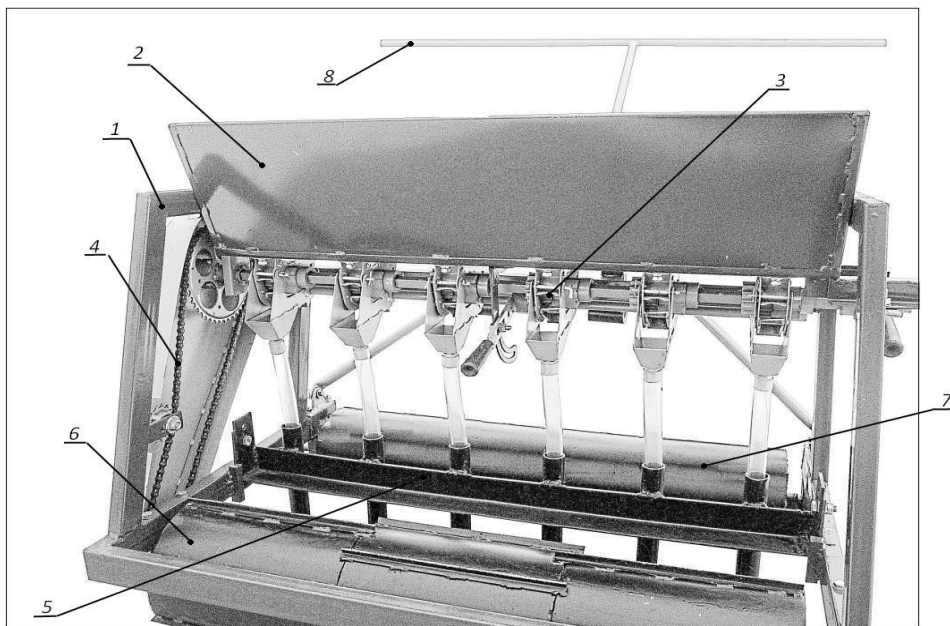
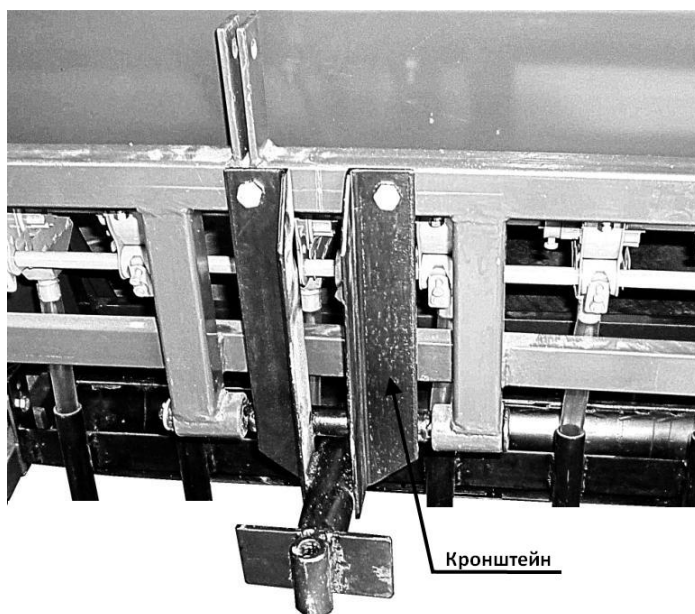
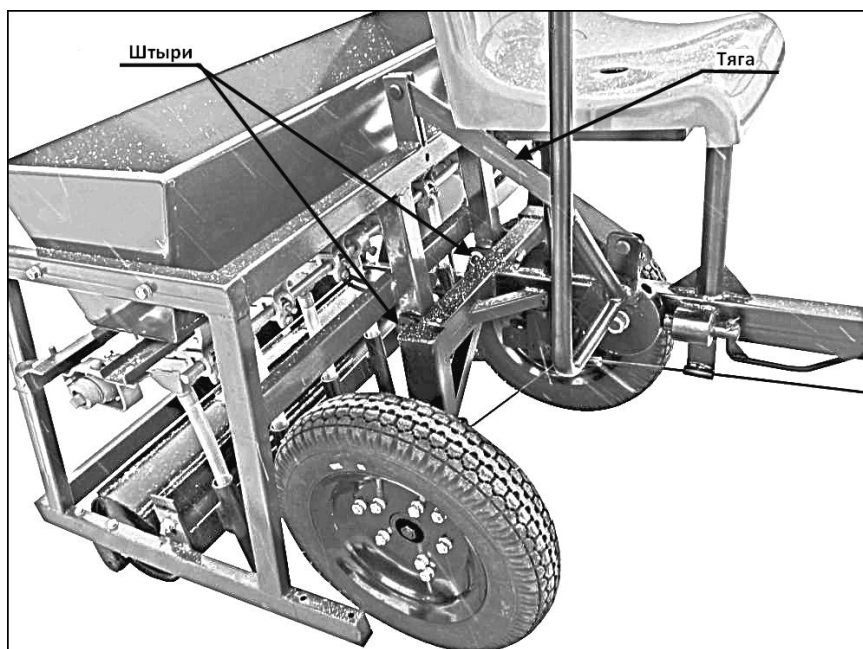

Рис.1.
Рис.2.
Рис.3.
Основные сборочные узлы сеялки показаны на рис.1. На раму сеялки (рис.1.п.1) сверху устанавливается семенной бункер (рис.1.п.2) с высевающими аппаратами в сборе (рис.1.п.3). Привод на вал высевающих аппаратов осуществляется от приводного катка (рис.1.п.6), установленного внизу задней части рамы, через цепную передачу (рис.1.п.4). Балка с шестью сошниками (рис.1.п.5) крепится к регулировочным пластинам рамы. Сеялка снабжена высевающими аппаратами катушечного типа. Из бункера семена самотеком поступают в приемные камеры высевающих аппаратов и заполняют пространство вокруг катушки. Вращающаяся катушка перемещает семена, запавшие в желобки, и часть семян, не попавшие в желобки, но расположенные вблизи ее ребер, в нижнюю часть корпуса и сбрасывает их в конце донышка в воронку семяпровода. Из воронки через прозрачный семяпровод семена поступают к сошникам.
Основные узлы (**поз.1 – поз.6, рис.1.**) смонтированы на сеялке предприятием-изготовителем.
- При ручном способе агрегатирования : установить опорный каток (поз.7;рис.1) и ручную тягу (поз.8;рис.1), закрепив их крепежом.
- При агрегатировании мотоблоком : установить кронштейн (рис.2); закрепить крепежом. Присоединить мотоблок к установленному кронштейну и зафиксировать штырем. При разворотах в процессе высева, нужно пользоваться специальным крюком (рис.2).
- При агрегатировании адаптером АМ-2 : снять навесной механизм и тягу с адаптера АМ-2 (см. руководство по эксплуатации адаптера АМ-2). Присоединить сеялку к адаптеру, как показано на рис.3. Зафиксировать штырями. Установить тягу, закрепив ее пальцами со шплинтами. Поз.7 и поз.8 (рис.1), а также кронштейн (рис.2) устанавливать не надо.